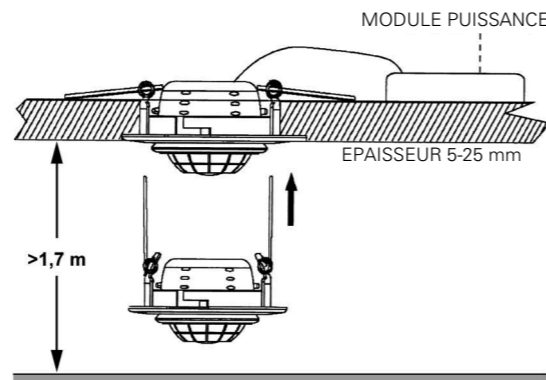

Fig. 4
- 5 Placer le module de puissance dans le faux plafond puis fixer la tête du capteur selon la figure 4.